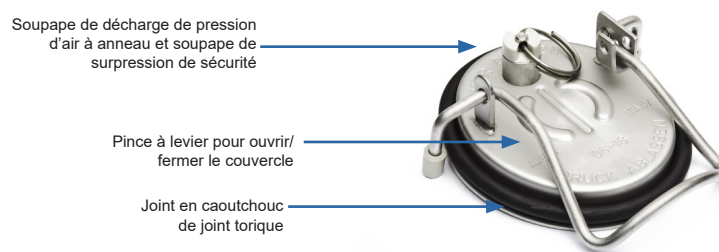

Fig. 1
1. Soulevez et tournez la soupape de décharge d'air sur le dessus du cylindre pour relâcher la pression dans l'unité. (Fig. 1)
2. Une fois que toute la pression a été relâchée, desserrez le collier de levier sur le bouchon de remplissage et retirez-le. (Fig. 1)
5. Vérifiez que le joint en caoutchouc du joint torique (Fig. 1) est correctement aligné. Remettez le bouchon de remplissage et revissez en place.